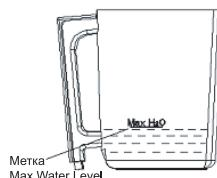

Рис. 4
- Наполните контейнер водой до метки «Max Water Level» (около 0,8 л.). Не наполняйте контейнер свыше метки (Рис.4).